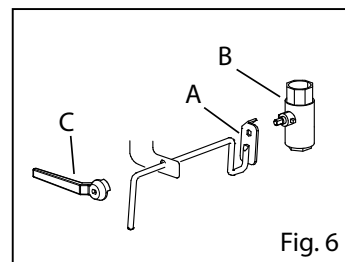

Fig. 6
- Desenrosque la fijación de la varilla del grifo y extráigala (Fig. 6/A)
- Desenrosque el grifo (Fig. 6/B)
- Quite, de estar presente, la manija suministrada (Fig. 6/C) y coloque el sellador de roscas en el nuevo grifo